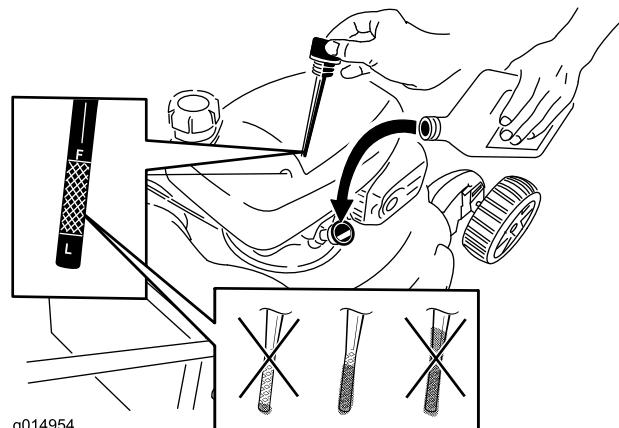

Figura 7
1. Retire la varilla (Figura 7).
2. Vierta aceite **lentamente** por el tubo de llenado de aceite, comprobando el nivel con la varilla de vez en cuando, hasta que la varilla indique que el motor está lleno, tal como muestra Figura 7. **No llene demasiado.** (Capacidad máxima: 0,55 litros, tipo: Aceite detergente SAE 30 para automóviles con clasificación de servicio API SL, SM o superior. Puede utilizarse SAE 10W30 si no hay aceite SAE 30 fácilmente disponible.)